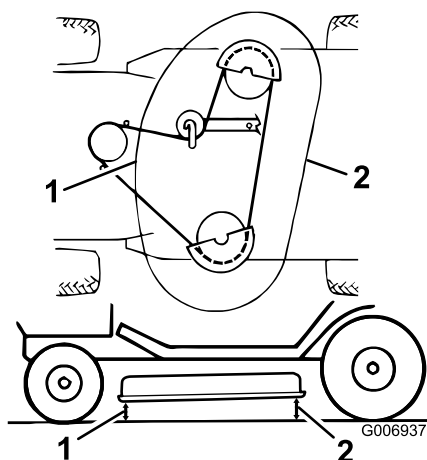

Figura 50
9. Verificate il livellamento longitudinale eseguendo la misurazione della distanza tra la parte inferiore del tosaerba (parte centrale anteriore e posteriore) e la superficie piana (Figura 50). Nel caso in cui il lato anteriore del tosaerba sia più basso di 3-10 mm